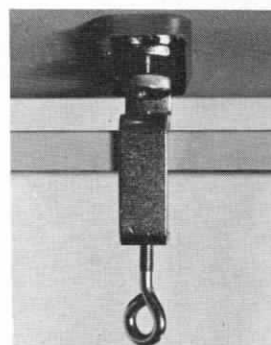

Fig. 9
5. Fijar la máquina al borde de la mesa (Fig. 9).